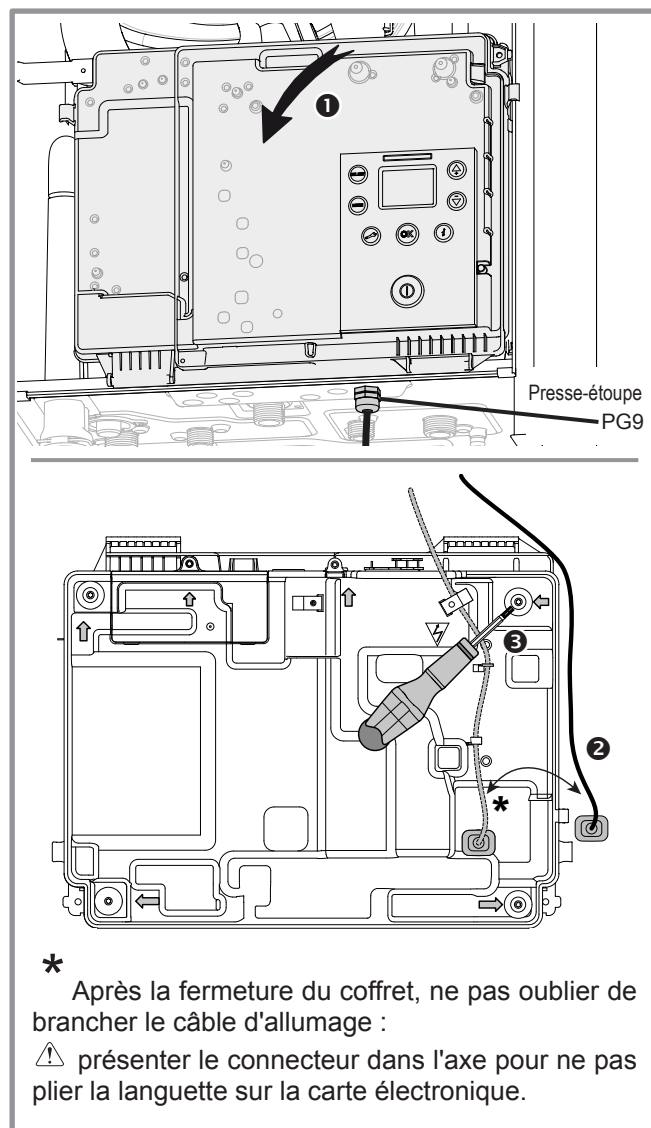

figure 33 - Accès coffret électrique
- ❶ Abaisser le coffret électrique (figure 33). Lors de l'ouverture, maintenir le coffret.
- ❷ Débrancher le connecteur du câble d'allumage.
- ❸ Ouvrir le coffret (6 vis torx).